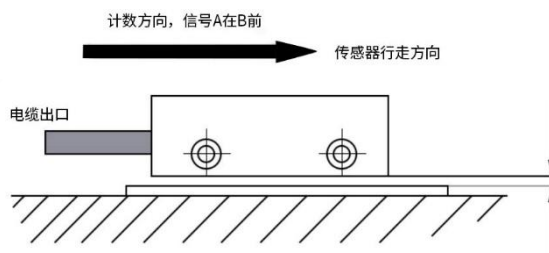
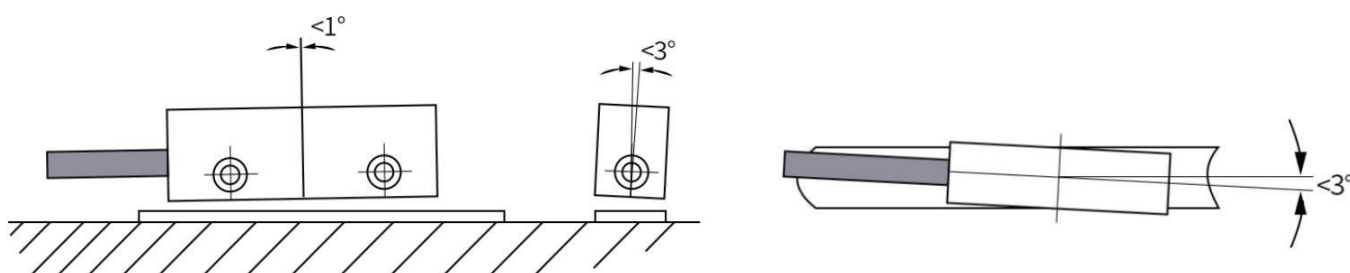

图 2-6 计数方向定义/安装
图 2-7 最大偏差
- **读数头必须与计数方向对齐**（见图 2-6），如果计数方向会随跟踪电子装置（例如磁显示装置）而改变，则可以忽略。
- 安装磁栅尺读数头时，要确保磁条和读数头之间的间隙，应确保整个测量长度方向的最大偏差（见图 2-7）
- ◆ 观察在总行进距离中磁栅尺读数头和磁条之间的间隙是否超过容忍距离或读数头是否与磁条接触（见图 2-6、图 2-7）。